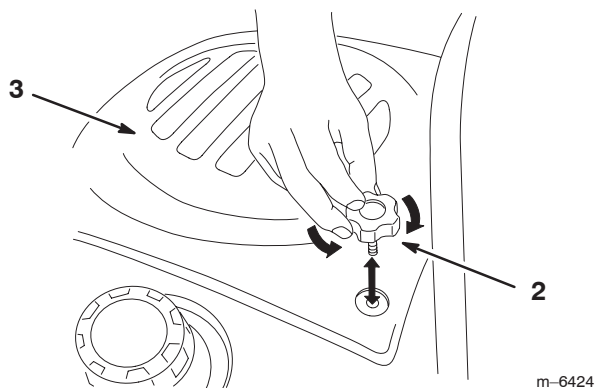

Figure 16
1. Pour déposer le capot, desserrez les boutons, tirez le capot en arrière puis soulevez-le (Fig. 16).
3. Insérez les boutons dans le capot du moteur (Fig. 16).